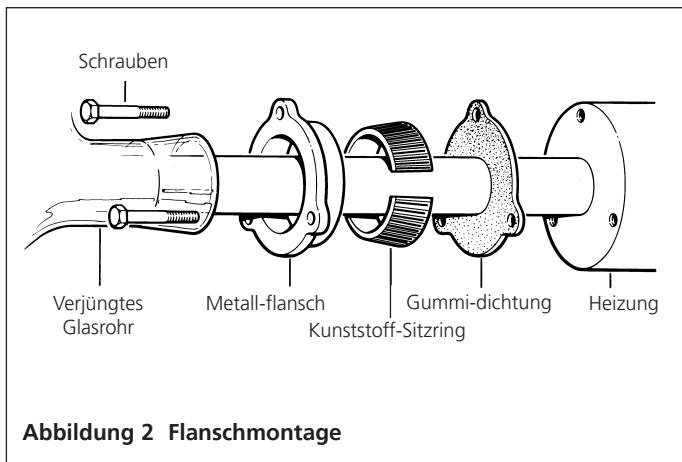

Abbildung 2 Flanschmontage
- Nehmen Sie den Boiler W4000/B, das Heizelement und den Dichtungssatz W4000/GK zur Hand. Montieren Sie das Heizergerät nach Abbildung 2.